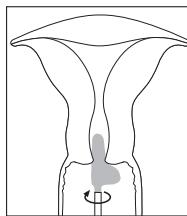

Fig. 2
4. Meno du holder vattpinnen i denne posisjonen, roter vattpinnen tre ganger mot urviseren og tre ganger med urviseren, mens du sikrer at den lange delen av «L-en» er i kontakt med livmorhalsen, og den korte delen av «L-en» roterer rundt ectocervix. Se Fig. 2